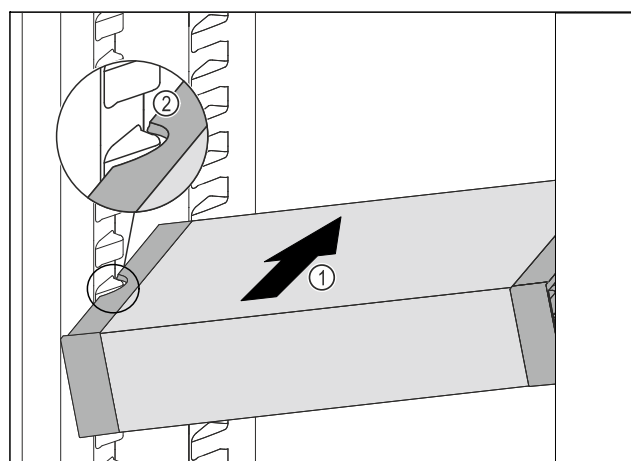

Fig. 167
- Skyv VarioSafe skrått inn i kjøleskapsdelen Fig. 167 (1), til utsparingene på sidene av Fig. 167 (2) VarioSafeser på nivå med rillene i kjøleskapet.